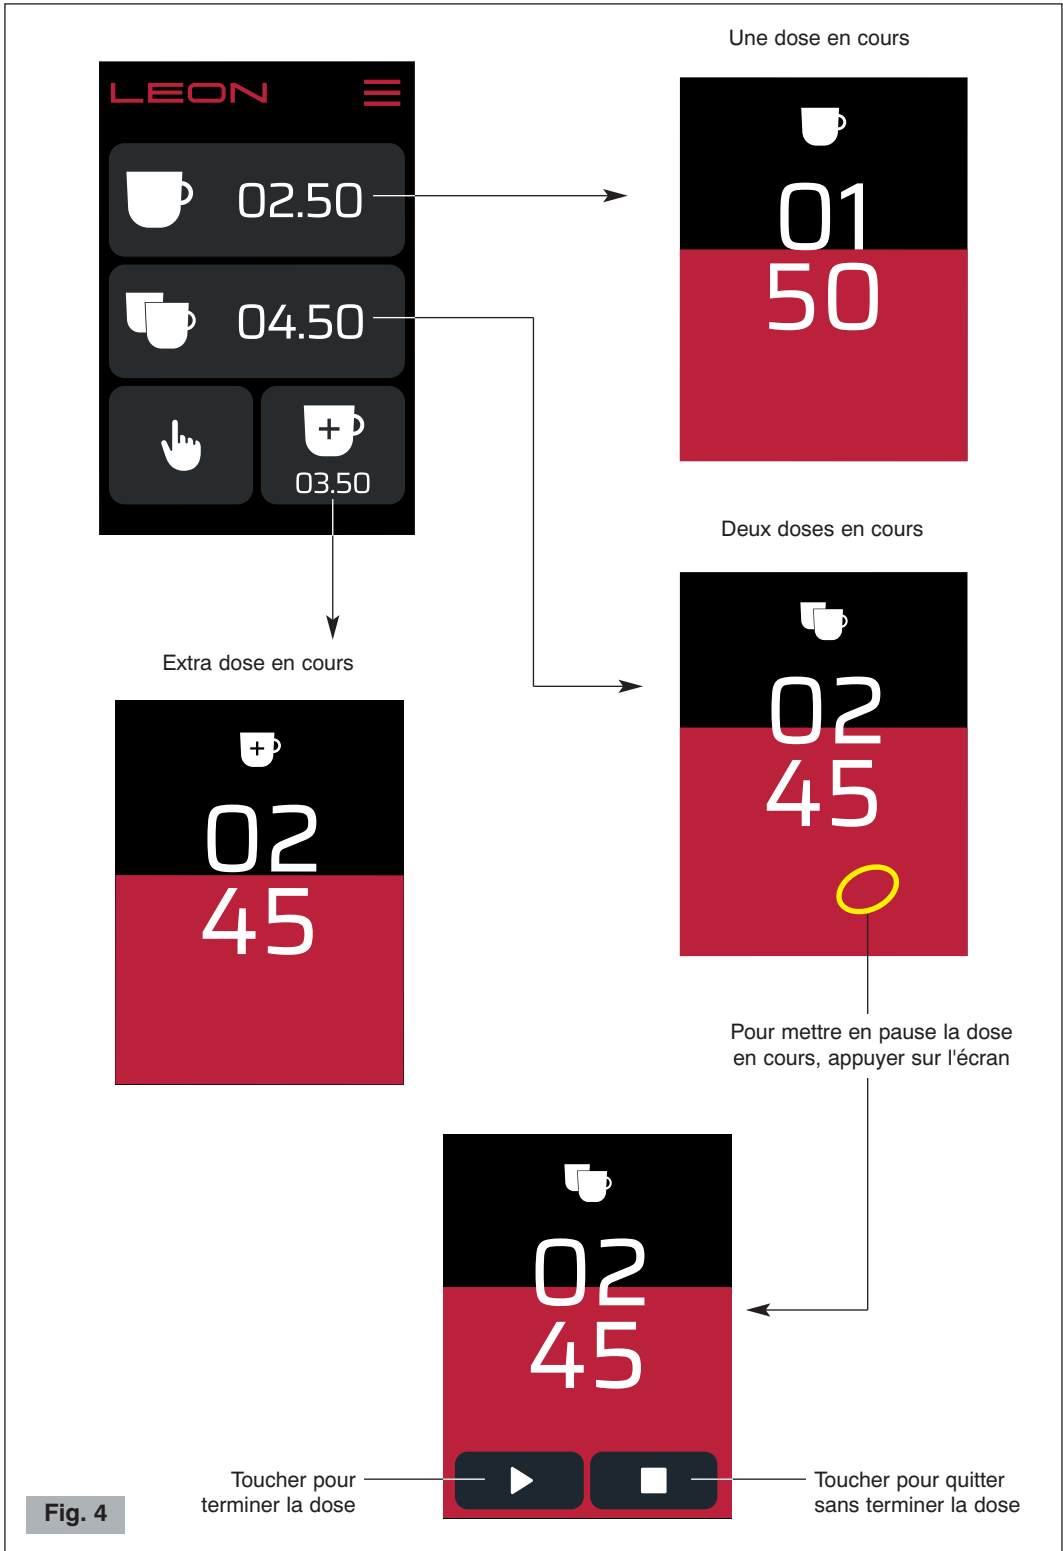

Fig. 4
- 2 Mettre l'interrupteur ON-OFF en position "I" (8 Fig. 1). L'écran du panneau de contrôle (9 Fig. 1) s'allume (voir Fig. 4).
### Fonctionnement automatique (voir Fig. 4)